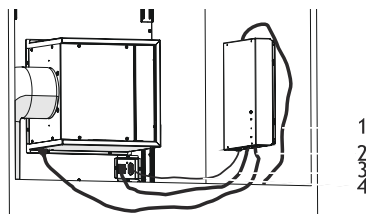

Fig. 20
- 10. ➔ Forbind nu alle "plug&play" kabler (Fig. 20).